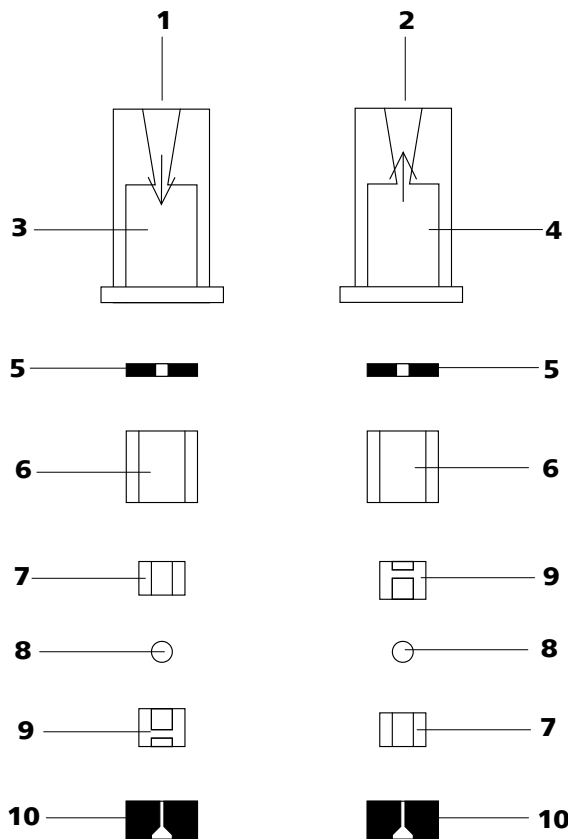

Figura 31 Componentes de la válvula de entrada y de la válvula de salida
- Las válvulas de entrada y de salida están integradas por los mismos componentes, que solamente están dispuestos de forma diferente (véase Figura 31, página 64).
Vuelva a montar los componentes de la válvula *según la figura 31, página 64*.
- Coloque los componentes restantes de la válvula en orden correcto (véase Figura 31, página 64) uno encima del otro
En caso contrario, se deberá volver a desmontar la válvula y montarla correctamente (véase Figura 31, página 64).